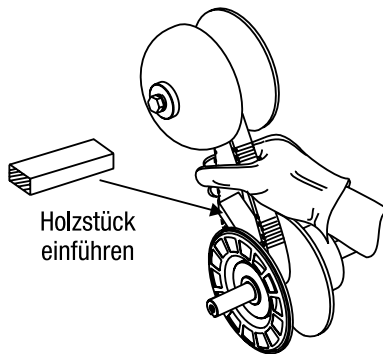

Abb. 19. Untere Riemenscheibe geöffnet halten
2. Durch Einsetzen eines Holzstücks zwischen der beweglichen und der festen Kegelscheibe der unteren Riemenscheibe können diese zur Montage des neuen Antriebsriemens offen gehalten werden, siehe Abb. 19.